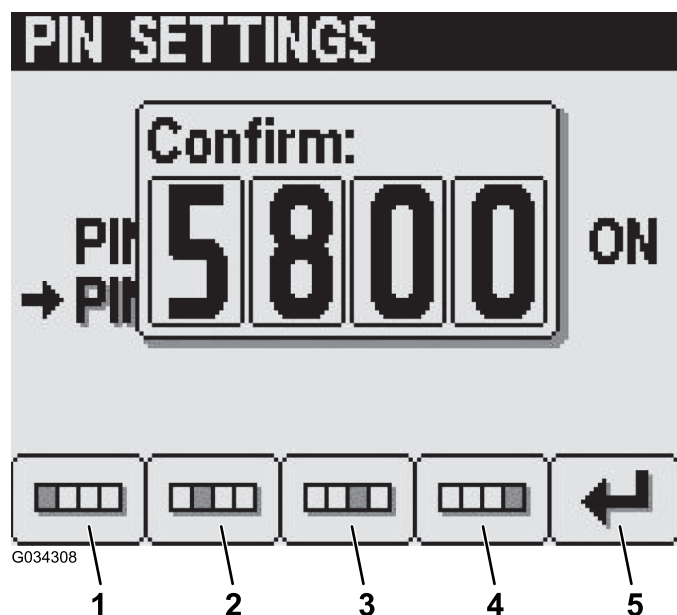

Figura 20
6. Confirme el nuevo PIN con los botones 1 a 4 y pulse el botón 5 cuando haya finalizado el PIN (Figura 20).
Nota: Una vez que confirma los ajustes del PIN (Figura 20), aparece la pantalla Pin Correct (PIN correcto) durante aproximadamente 5 segundos.